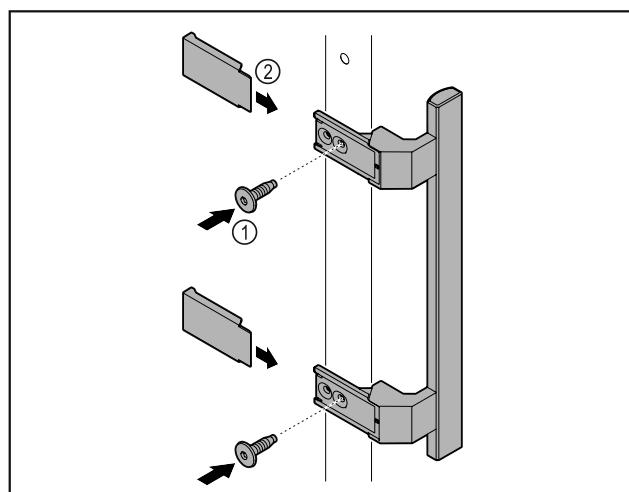

Fig. 7
- Iz paketa vzemite ročaj in ga privijte na vrata s priloženimi vijaki Fig. 7 (1).
► Namestite pokrov Fig. 7 (2).